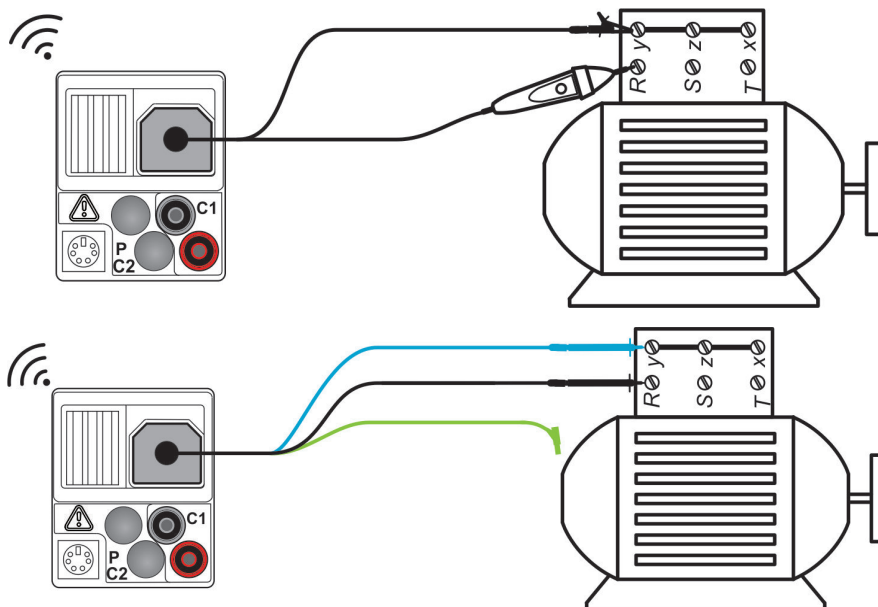

Рисунок 29
- Подсоедините испытательные выводы к исследуемому объекту (см. Рисунок 29)